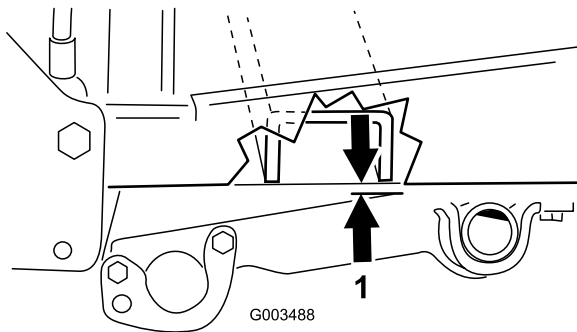

Figure 18
2. Mesurez la distance entre le cadre du groupe de déplacement et le tube de pivot, comme montré à la Figure 18.